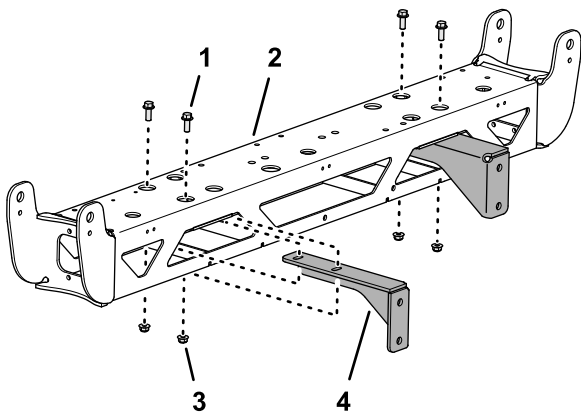

图 82
- 拧下将支撑托架固定至中央喷洒臂段的 2 个凸缘头平头螺丝 3/8 x 1 英寸和 2 个凸缘锁紧螺母 3/8 英寸然后取下托架图 82。
5. 对另一个支撑托架重复步骤 4 图 82。